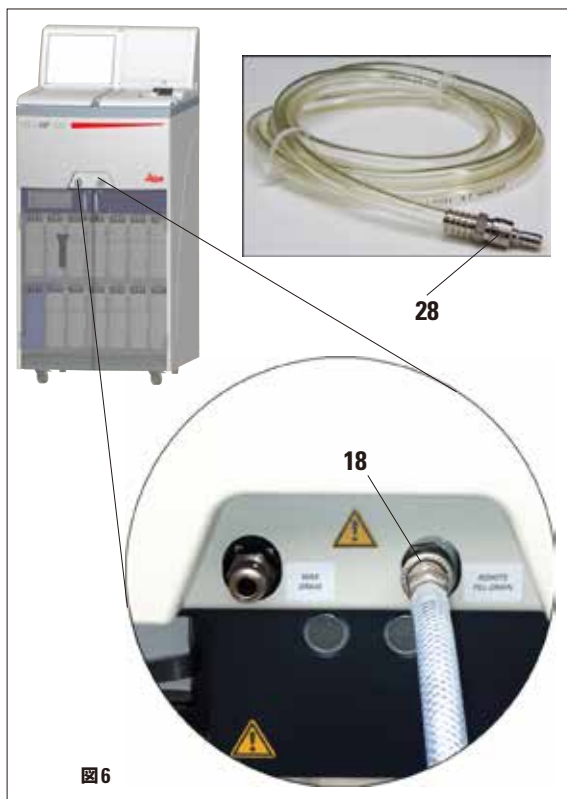

図 6
- 同梱のリモート充填 / 排出ホースを装置前面のリモート排出接続部に接続します（図 6 を参照）。